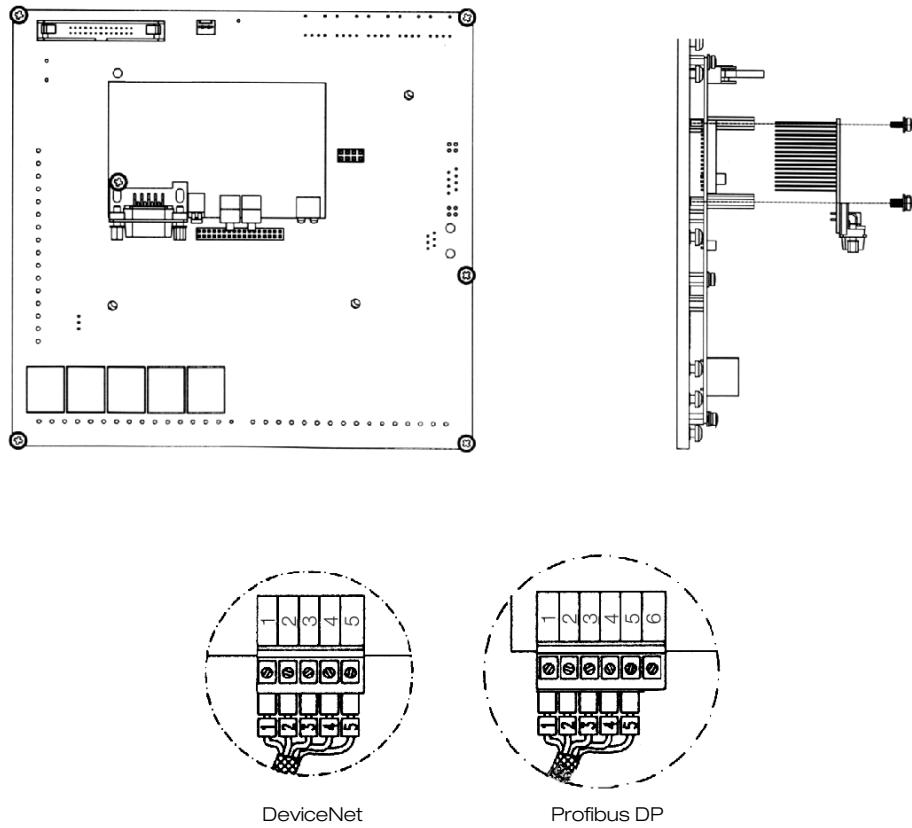

Figura 7.1: Instalación de la tarjeta electrónica del Fieldbus
3. Encajar con cuidado el conector barra de terminales de la tarjeta electrónica del fieldbus en el conector hembra XC140 de la tarjeta de control MVC4. Verificar la exacta coincidencia de todos los terminales del conector XC140 Figura 7.1 en la página 7-3.